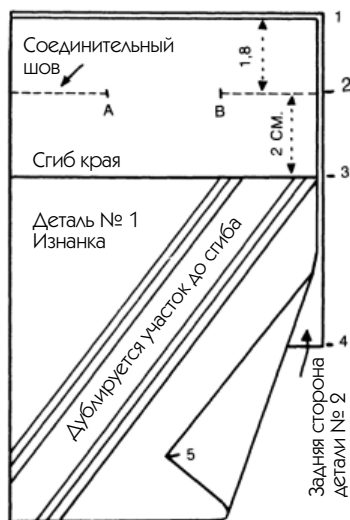

Рис. 543
4. Деталь 1: подготовьте лекало по размерам законченного кармана, затем добавьте ширину двойного припуска на подгиб, как показано на рис. 543 (+ 2 см для первого и + 1,8 см для второго, т. к. он должен быть короче для облегчения заключительного складывания).
и расположенный напротив рис. 543).
6. Стачайте две части на уровне точек 2, оставляя прорезь, примерно в 5 см (от А до В, рис. 543).